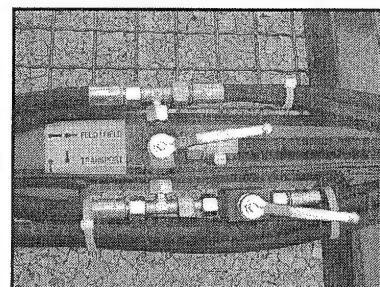

Fig.14: Position des robinets multi-voies
**TRANSPORT / CHAMP** (voir fig. 14).
4. Inverser la position des leviers des robinets multi-voies **TRANSPORT / CHAMP** (voir fig. 14).